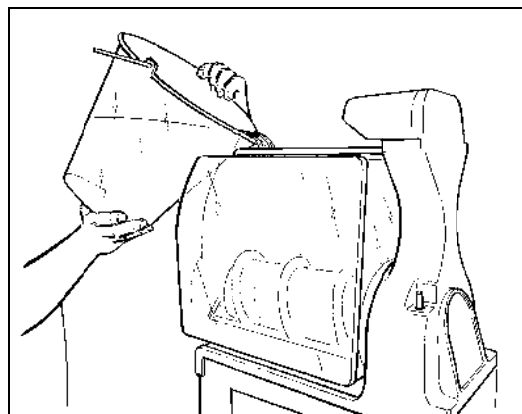

Fig. 7
- Versare il prodotto ottenuto nella vasca (vedi fig.7).